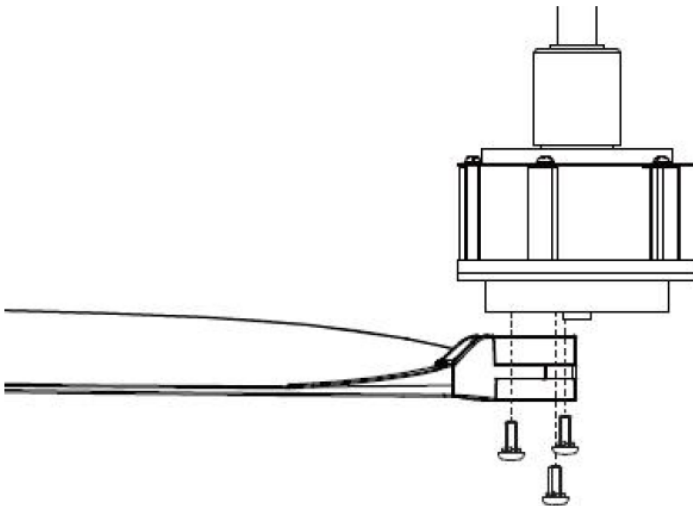

Fig. 7
- 하기의 그림처럼 3개의 모터 나사를 이용하여 날개를 모터 모듈에 결합시켜 줍니다. Fig. 7